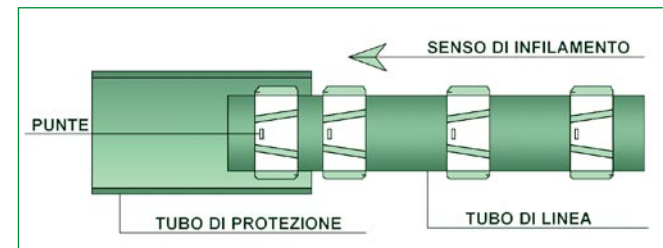

Fig. 4
5. I collari hanno un senso preferenziale di montaggio, pertanto devono essere avvolti intorno al tubo di linea in modo che i registri siano tutti rivolti con le punte nella stessa direzione di infilamento del tubo (vedi **Fig. 4**).
*The spacer must be wrapped around the carrier pipe with the top of all registers turned on the same inserting way of the pipe (see **Fig. 4**).*